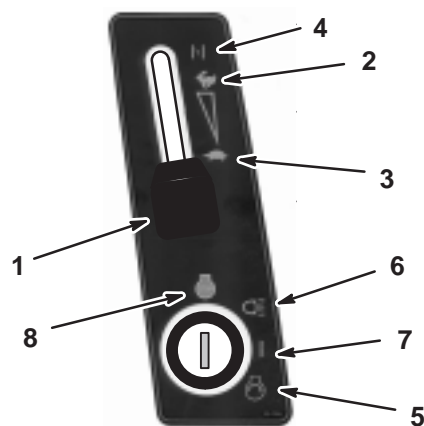

Bild 11
5. Stellen Sie den Gashebel beim Anlassen eines kalten Motors auf Choke (Bild 11).
6. Drehen Sie den Zündschlüssel im Uhrzeigersinn und halten ihn auf Start (Bild 11). Lassen Sie den Schlüssel sofort los, wenn der Motor anspringt.
7. Schieben Sie den Gashebel, sobald der Motor angesprungen ist, langsam auf Schnell (Bild 11).
1. Stellen Sie den Gashebel auf Langsam (Bild 11).
2. Stecken Sie den Zündschlüssel ein (Bild 11).